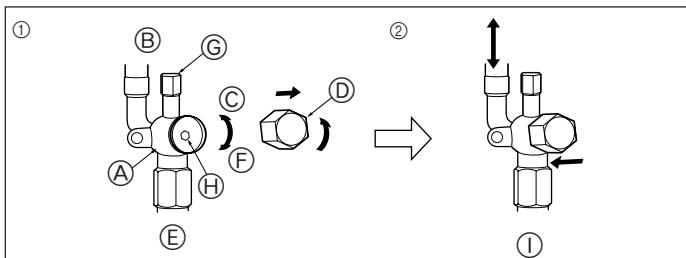

Fig. 5-6
5.5. Metodo di apertura della valvola di arresto (Fig. 5-6)